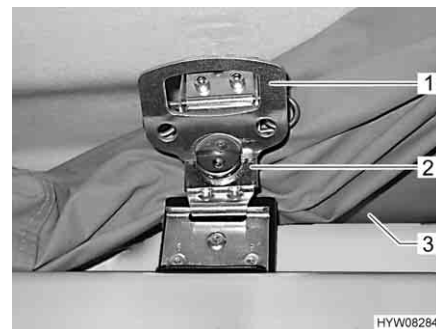

Fig. 48 Serratura rapida, bloccata
- Ruotare la maniglia (Fig. 48,1) sulla serratura rapida (Fig. 48,2) in senso orario di mezzo giro.
- Avvolgere la tenda (Fig. 48,3) e spingerla dietro il bordo.